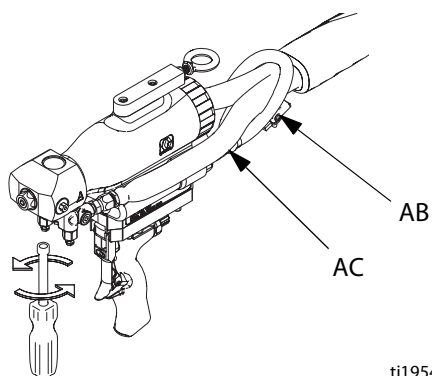

Рис. 12
5. Отсоедините быстросменную пневматическую муфту (АС). См. Рис. 12.